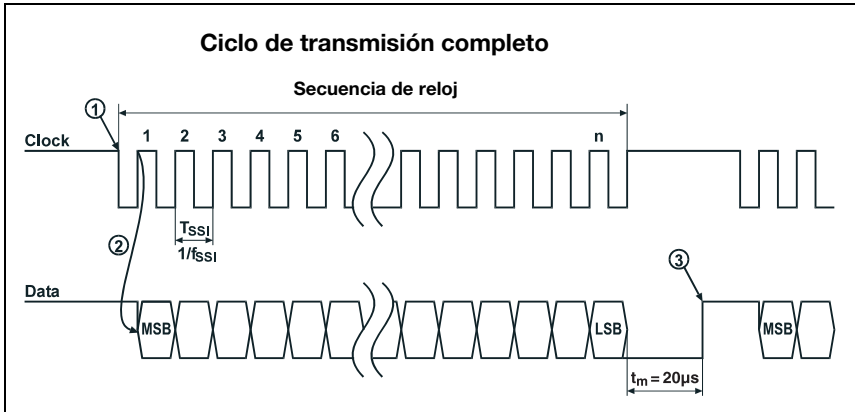

Figura 10.1: Flujograma transmisión de datos SSI
En estado de reposo tanto la línea de reloj como la línea de datos están en nivel HIGH. En el primer flanco HIGH-LOW (punto ① en figura 10.1) se almacenan datos en la ficha interna. Gracias a ello se asegura que los datos no se alteren durante la transmisión en serie.
Con el siguiente cambio de la señal de reloj de nivel LOW a HIGH (punto ② en figura 10.1) comienza la transmisión del valor de posición con el bit de mayor valor (MSB). Con cada cambio de señal de reloj de nivel LOW a HIGH se introduce el siguiente bit de menor valor a la línea de datos. Después de que el bit de menor valor (LSB) haya sido emitido, la línea de datos cambia a nivel LOW (final de transmisión) con el último cambio de LOW a HIGH de la señal de reloj.
Un monoflop conmutado por la señal de reloj determina cuanto tiempo debe transcurrir para que la interfaz SSI pueda ser utilizada para la siguiente transmisión. Esto determina el tiempo mínimo de pausa entre dos secuencias de reloj consecutivas. Después de transcurrir el tiempo $t_m = 20\mu s$, se pone nuevamente la línea de datos al nivel de reposo (HIGH) (punto ③ en figura 10.1). Esto señala que el intercambio de datos ha finalizado por completo y se ha recuperado la disponibilidad para la transmisión.